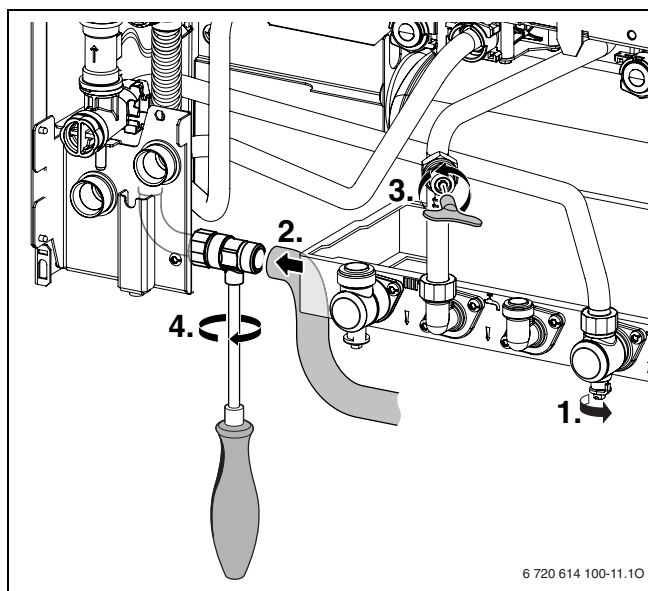

Fig. 58
1. Chiudere il rubinetto dell'acqua fredda (oppure 1 fig. 58).
2. Collegare una tubazione al rubinetto di scarico del serbatoio (vedere 48 fig. 4 oppure 2 fig. 58)
3. Aprire il rubinetto di spurgo aria (vedere 61 fig. 4 oppure 3 fig. 58)
4. Aprire il rubinetto di scarico del serbatoio (vedere 49 fig. 4 oppure 4 fig. 58)